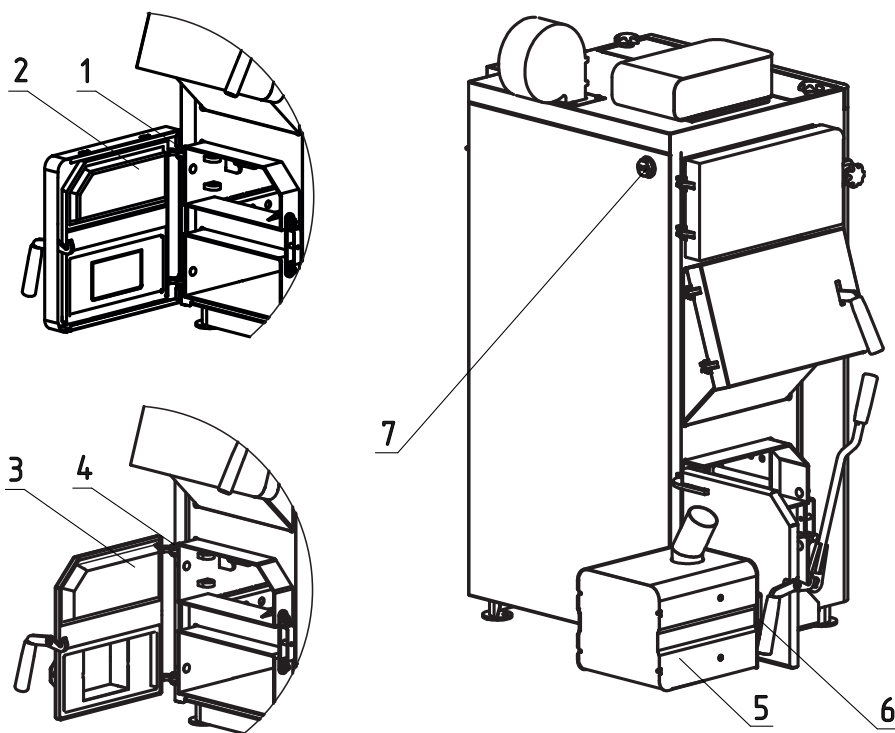

Рис. 10 Порядок установки двери на твердотопливные котлы ZOTA Magna 15;20;26
- Для установки гильзы под датчики температуры и перегрева снимите пробку или тягорегулятор (если установлен) и установите гильзу (Рис. 10, поз. 7) в освободившееся отверстие.